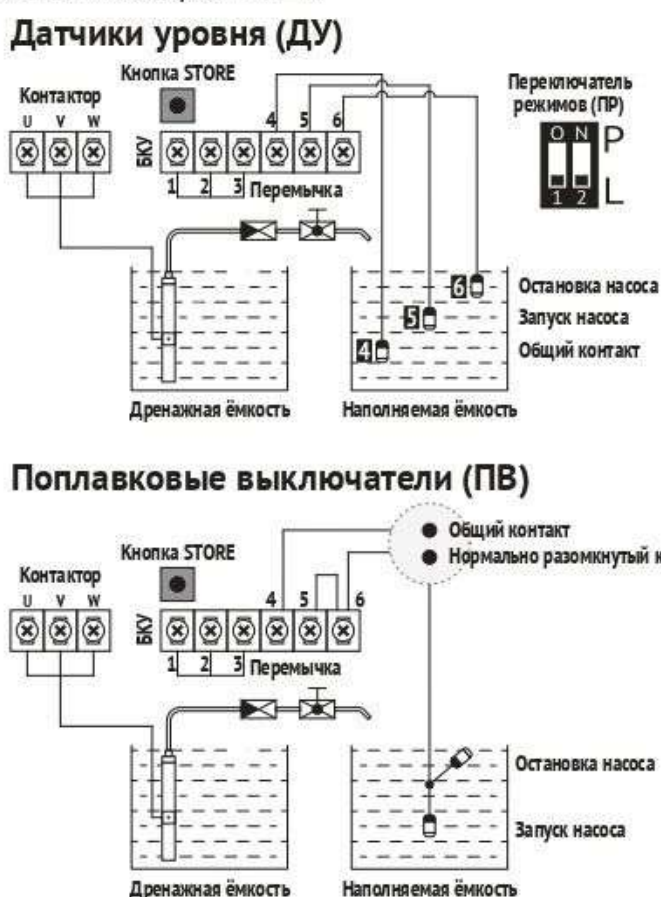

Рис. 5
- Подключите ДУ или ПВ (в комплект не входит) к контактам БКУ (см. рис. 2) согласно схемам на рис. 5.
- Установите переемычку в контактах ❶, ❷ и ❸ БКУ (входит в комплект, закреплена в контактах БКУ) для защиты насоса от работы без воды (в режиме «сухого хода»). Данное решение позволяет использовать защиту насоса от «сухого хода» по току.
- Установите рычажки переключателя режимов (далее – «ПР») в положение показанное на рис. 5.